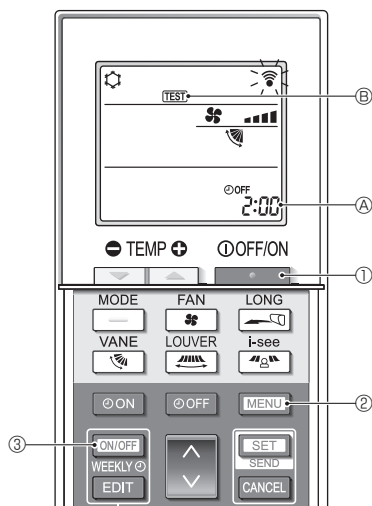

Fig. 7-4
■ Essai de fonctionnement (Fig. 7-4)
- Appuyez sur le bouton ① pour arrêter le climatiseur.
- Si la minuterie hebdomadaire est activée (**WEEKLY** est affiché), appuyez sur le bouton ③ pour la désactiver (**WEEKLY** disparaît).
- Appuyez sur le bouton ② pendant 5 secondes.
- Appuyez sur le bouton ②.